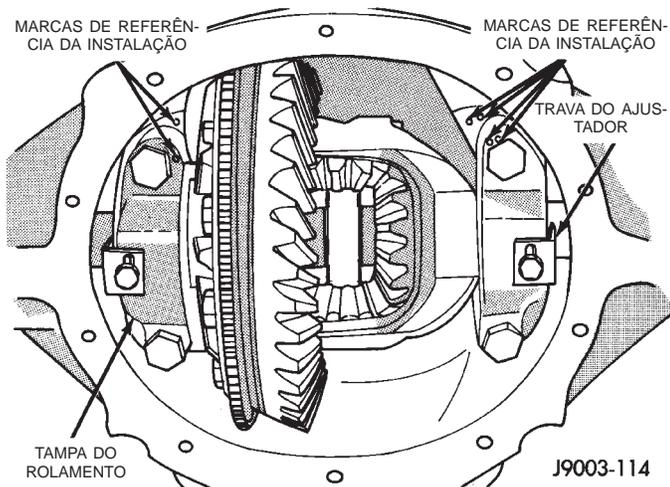

Fig. 20 Tampas do Rolamento e Parafusos
(1) Aplique uma camada de lubrificante de engrenagem hipóide nos rolamentos do diferencial, capas do rolamento e ajustadores rosqueados. Uma pincelada de graxa pode ser utilizada para manter os ajustadores na posição. Com cuidado, posicione a caixa do diferencial montada no alojamento.
(2) Observe as marcas de referência e instale as capas do rolamento do diferencial em suas localizações originais (Fig. 20).